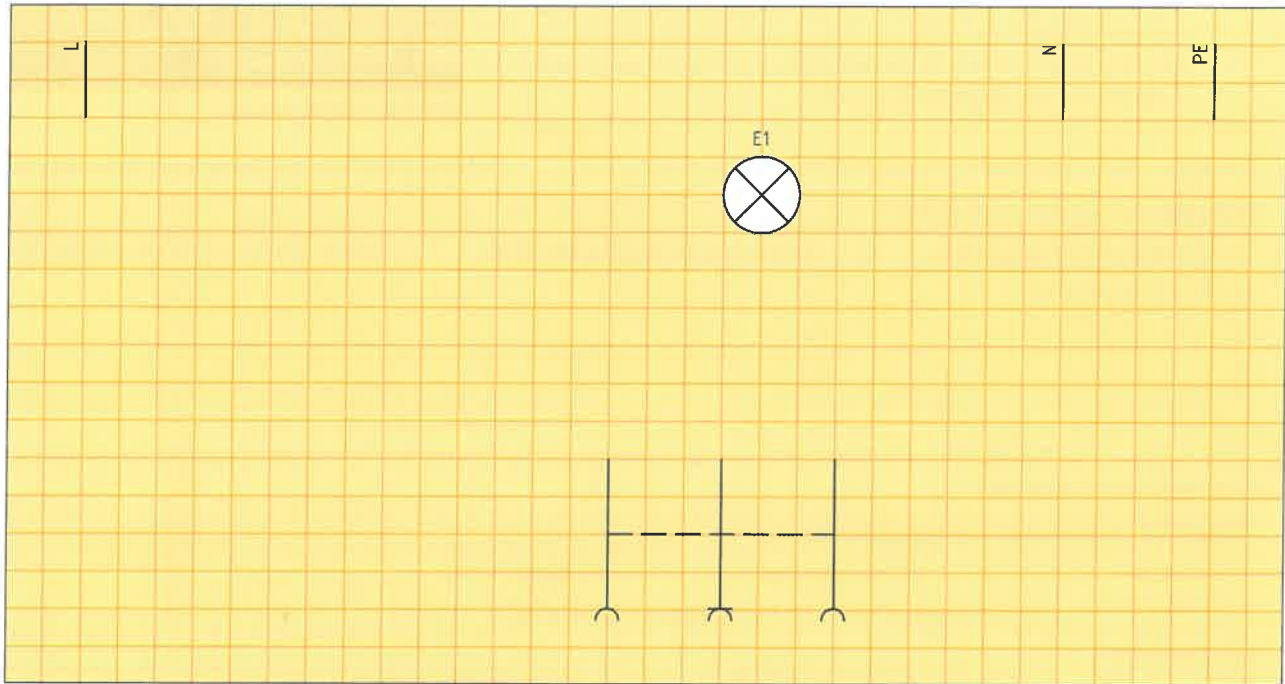
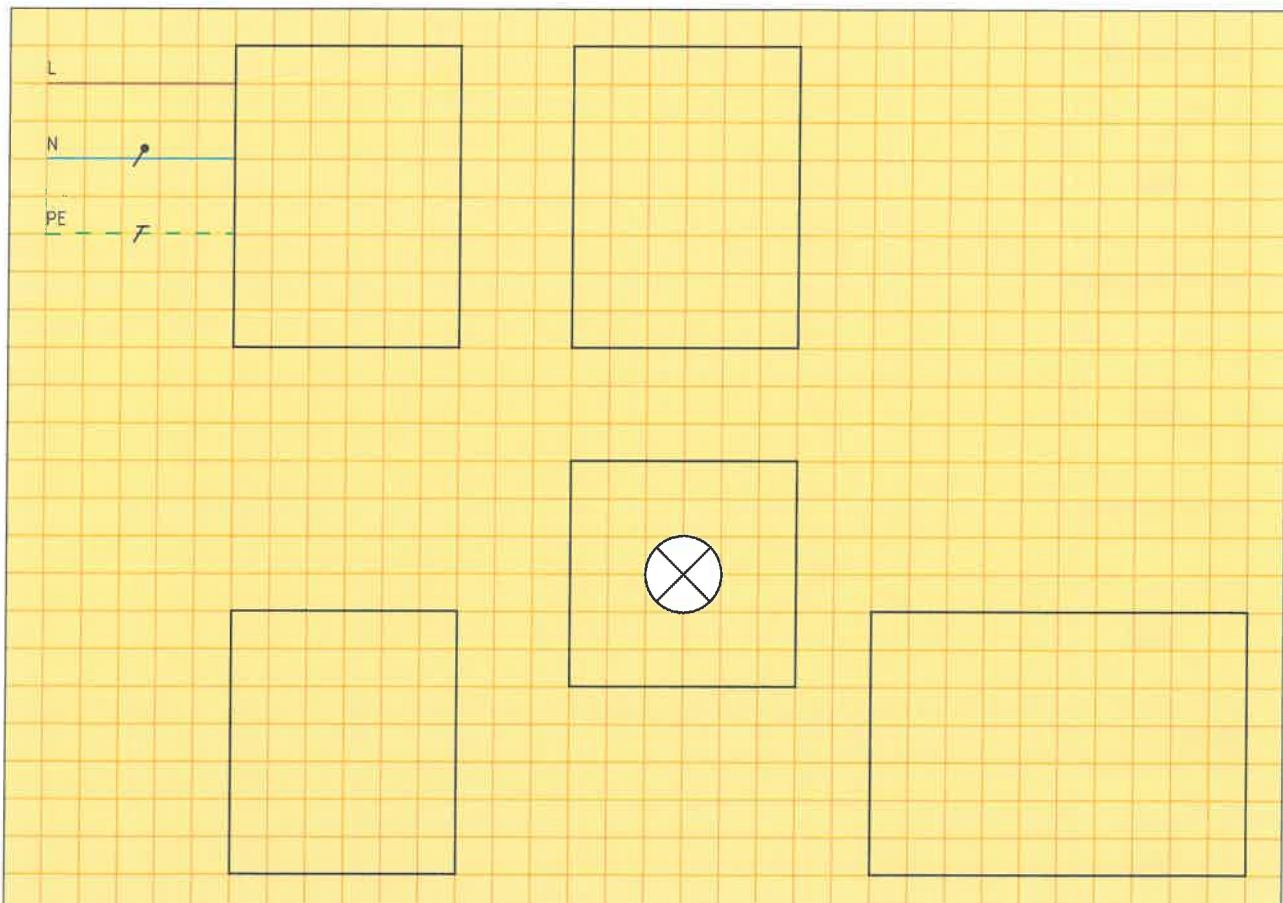

Bild 1: Stromlaufplan in aufgelöster Darstellung
Bild 2: Stromlaufplan in zusammenhängender Darstellung
5. Ergänzen Sie den Stromlaufplan in aufgelöster Darstellung (**Bild 1**).
6. Ergänzen Sie für **Bild 1** den Stromlaufplan in zusammenhängender Darstellung (**Bild 2**).